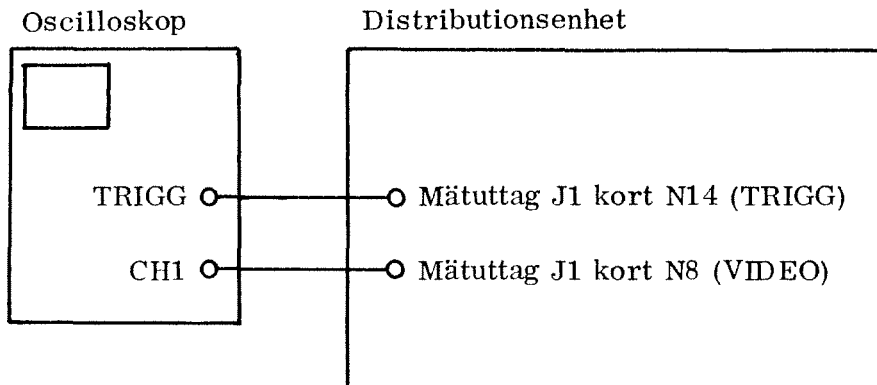

Bild 2. Uppkoppling för kontroll av AFR
- Anslut oscilloskopet till distributionsenhet F5995-005567 enligt bild 2. I anläggningar som saknar distributionspanel ska oscilloskopet anslutas till något av video- och triggpulsuttagen i OK-stativet. Beträffande uttagsbeteckningar, se tabellerna 10 och 12